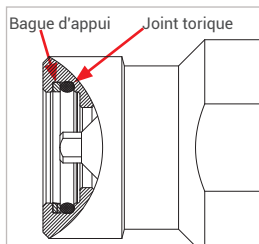

Figure 6
- ▶ Avant d'installer l'insert d'about, vérifier (pos. 7) que les deux composants d'étanchéité (joint torique et bague d'appui, Figure 6) respectent l'ordre de montage, sont bien positionnés et intacts.
- ▶ Le cas échéant, passer l'insert d'about (pos. 7), avec le flexible de remplissage monté, par le tube de guidage (pos. 9) du support de fixation (pos. 8).